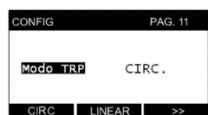

Figura 3
- Modo TRP:** O método de armazenamento das medições de TRP é selecionado neste campo, variando entre **CIRC** para modo circular ou **LINEAR** para modo linear. Utilize a tecla **>>** para confirmar a ação (figura 3);